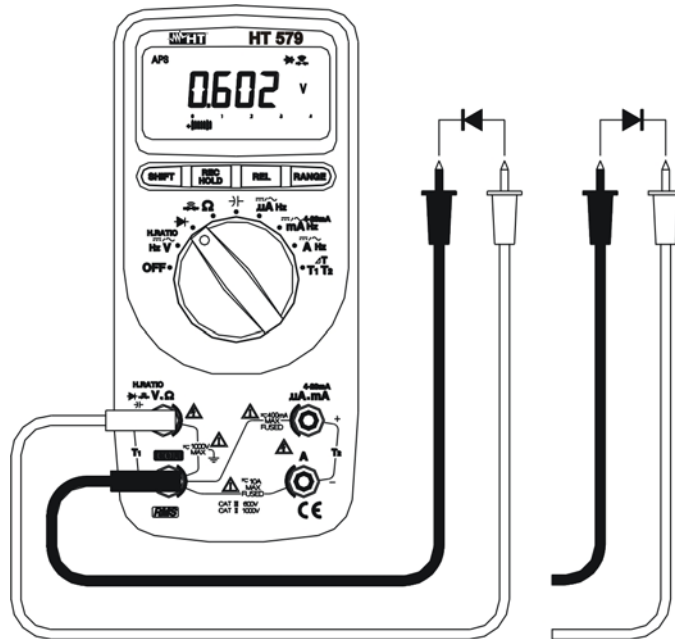

Abb. 10: Diodentest
4. Verbinden Sie die Messleitungen wie folgt, die rote in die  Buchse und die schwarze in die **COM** Buchse (Abb. 10).